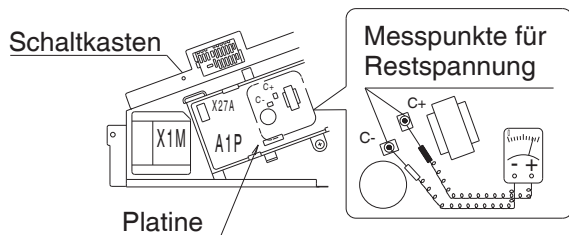

Abb. 1
- Nach Öffnen des Deckels des Schaltkastens messen Sie die Restspannung mit einem Prüfgerät an den Punkten an der Platine, die in **Abb. 1** zu sehen sind, ohne die spannungsführenden Bauteile zu berühren und stellen Sie sicher, dass die Spannung höchstens DC50V beträgt.